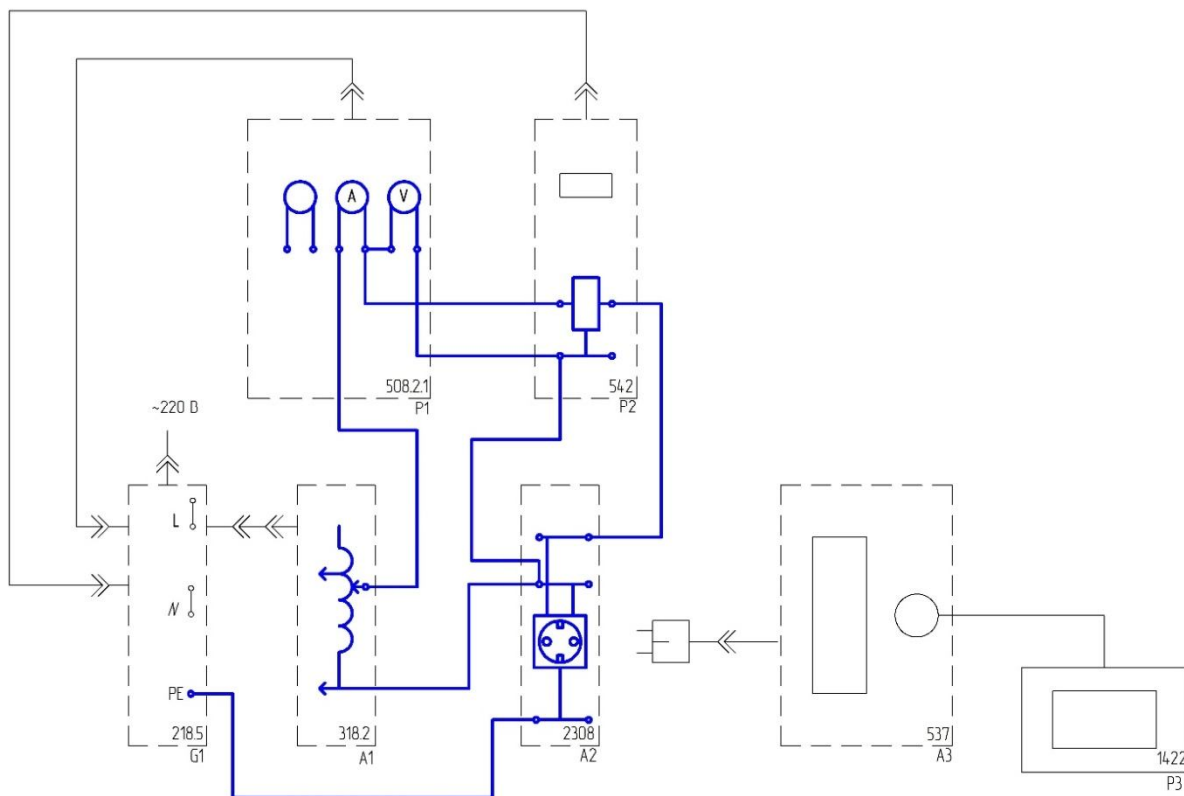

Рис.2.2.
- Соедините аппаратуру в соответствии со схемой электрической соединений, приведенной на рис.2.2.